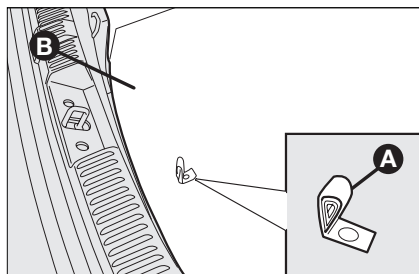
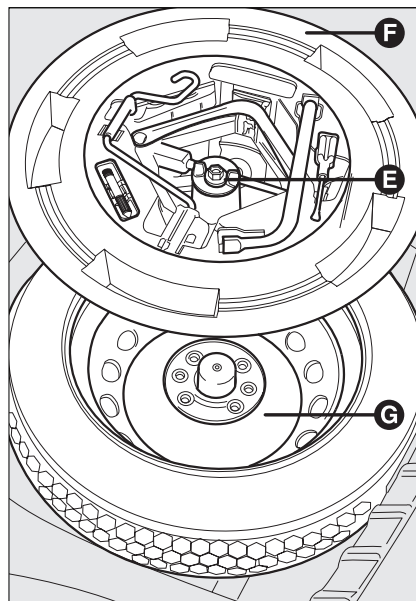

Рис. 2
Рис. 3
- ☐ потянув за петлю **A**, см., **рис. 2** поднимите жесткую крышку **B**; отверните крепление **E**, см., **рис. 3**;
- ☐ для версий с запасным колесом-докаткой, отвинтите крепеж **E**, см., **рис. 3**, извлеките комплект инструментов **F**, положите рядом с колесом, которое будет меняться и извлеките запасное колесо-докатку **G**;